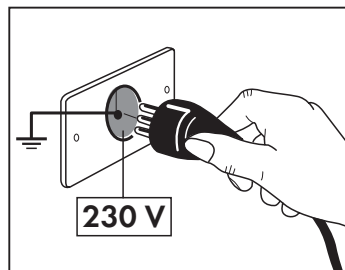

Fig. 1
- Assicurarsi che l'impianto elettrico di rete (230V- 50Hz) sia munito di messa a terra e di protezione salvavita, secondo quanto prescritto dalle normative esistenti in materia (**Fig. 1**)